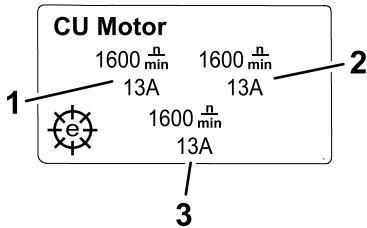

Bild 21
- **Informationsbildschirm für den Motor der Schneideeinheit (Bild 21):** Zeigt die Geschwindigkeit und den Strom jedes Spindelmotors an.